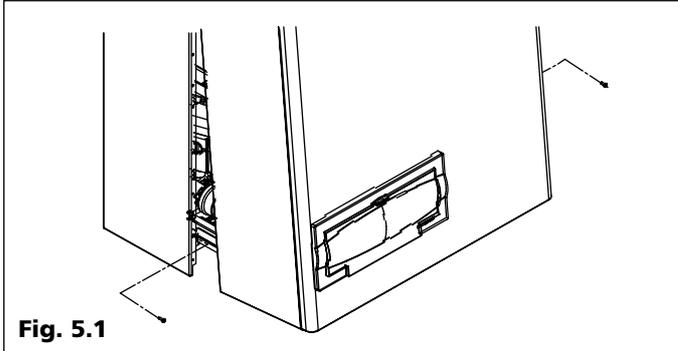

Fig. 5.1
- svitare le viti di fissaggio del mantello (fig. 5.1);